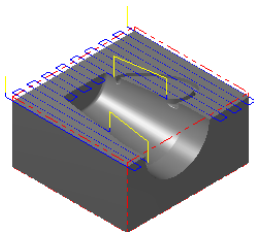

图 21.29 刀具路径
Step5. 单击“曲面精加工平行铣削”对话框中的  按钮, 同时在图形区生成图 21.29 所示的刀具路径。